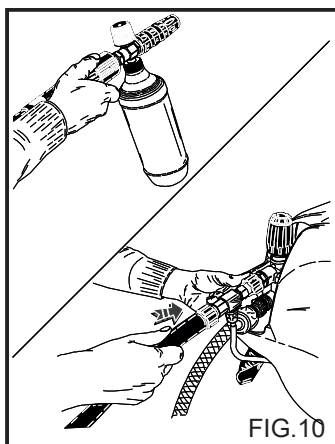

FIG.10
AANBRENGEN AANZUIGKIT REINIGINGSMIDDEL (Fig. 10). (Optioneel accessoire)
2) Verwijder het verlengstuk van de handgreep en breng de dubbele lans of de lans met verstelbare kop aan, bedien de hogedrukreiniger, bedien het aanzuigcommando van het reinigingsmiddel op de lans (fig. 10, 12) en besprenkel het te reinigen oppervlak van beneden naar boven. Laat enkele minuten inwerken.